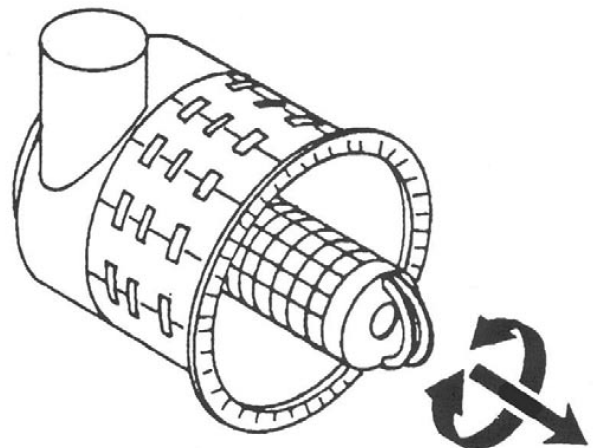

Bild 12 Sekundärelement (Ausführung A) entnehmen
- Sekundärelement an den beiden Laschen greifen und mit leichten Drehbewegungen herausziehen (siehe Bild 12).